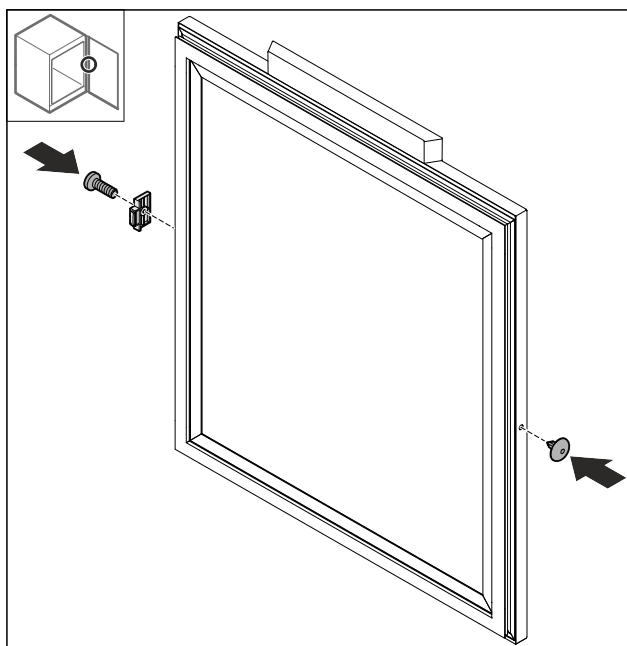

Fig. 48
- ▶ Montirajte zaustavljač vrata Fig. 48 (1) okrenut za 180° na suprotnu stranu.
- ▶ Umetnite poklopac Fig. 48 (2) na suprotnu stranu.